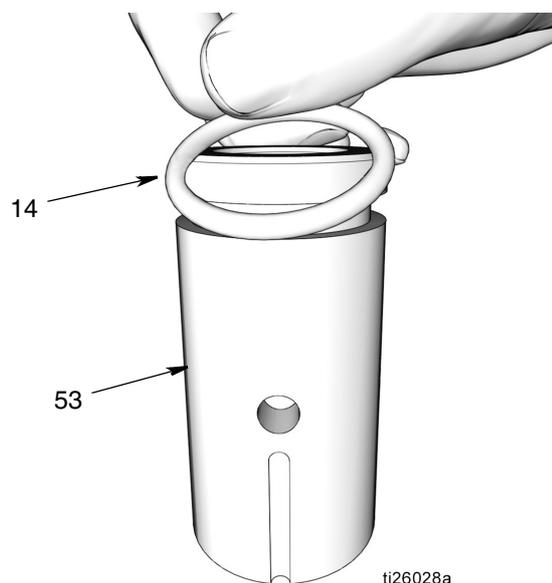

FIG. 43
- a. Limpie el manguito del elemento de la bomba (53) con un paño limpio y elimine todo resto de suciedad y contaminantes. Inspeccione la superficie en busca de residuos y/o daños.
- b. Aplique una capa fina de grasa en la junta tórica (14). Monte la junta tórica alrededor del manguito del elemento de la bomba (d) (FIG. 43).